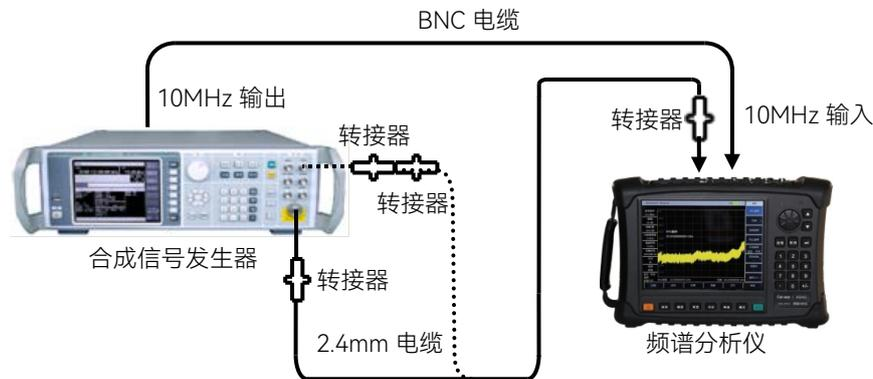

图 14.2 频率范围的测试
1) 如图 14.2 虚线连接测试设备，4024 频谱分析仪（以下简称为频谱分析仪）由合成信号发生器 1464 提供参考频率，合成信号发生器的低频输出端口接到频谱分析仪的射频输入端。
4) 如图 14.2 实线所示，用转接器和电缆连接合成信号发生器 1464 的射频输出端与频谱分析仪的射频输入端。将信号发生器的输出频率设置为频谱分析仪对应型号的最高频率，调制功能关闭，输出功率-10dBm。